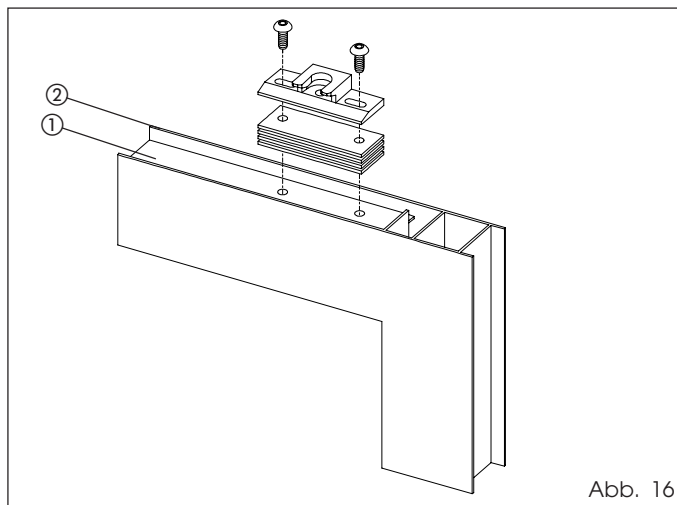

Abb. 16
Wenn die Oberfläche für die Befestigung des Blocks (Abb. 16 Bez. ①) niedriger sein sollte als der höchste Punkt des Flügels (Abb. 16 Bez. ②), die im Lieferumfang enthaltenen Distanzstücke verwenden, um den Block auf die entsprechende Höhe zu bringen.